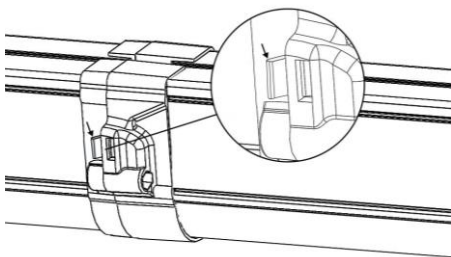

Рисунок 10 Защелкивание разъемов
5.7 Отогнуть язычки защелок до характерного щелчка (рис. 10).